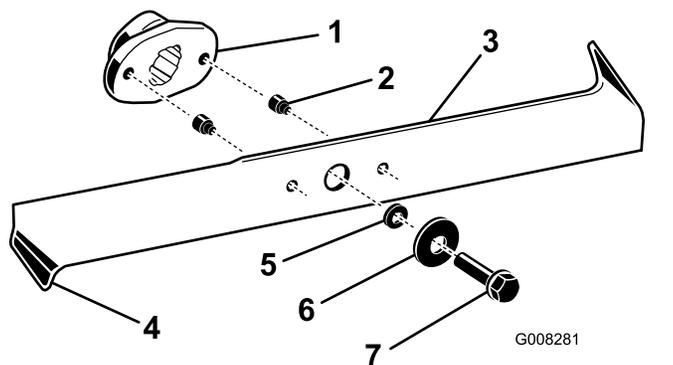

図 40
2. 刃先の部分を点検する 図 40。刃先が丸くなっていたり、当り傷があれば、ブレードを取り外して研磨する ブレードの研磨 \(ページ 30\)を参照のこと。
3. ブレードを点検、特に曲げ部 図 40をていねいに点検する。この部分にわずかでも磨耗や破損が見られた場合には、すぐに新しいブレードに交換する。
4. シャーピンが折れている場合には、これをすぐに交換する 図 40。
3. ボルト、ワッシャ、ブレードを外す 図 40。ボルトを取り外す時にはブレードとデッキの間に木片をかませてブレードが回転しないようにしておくとい。
1. ブレード、ワッシャ、ボルトを取りつける 図 40。